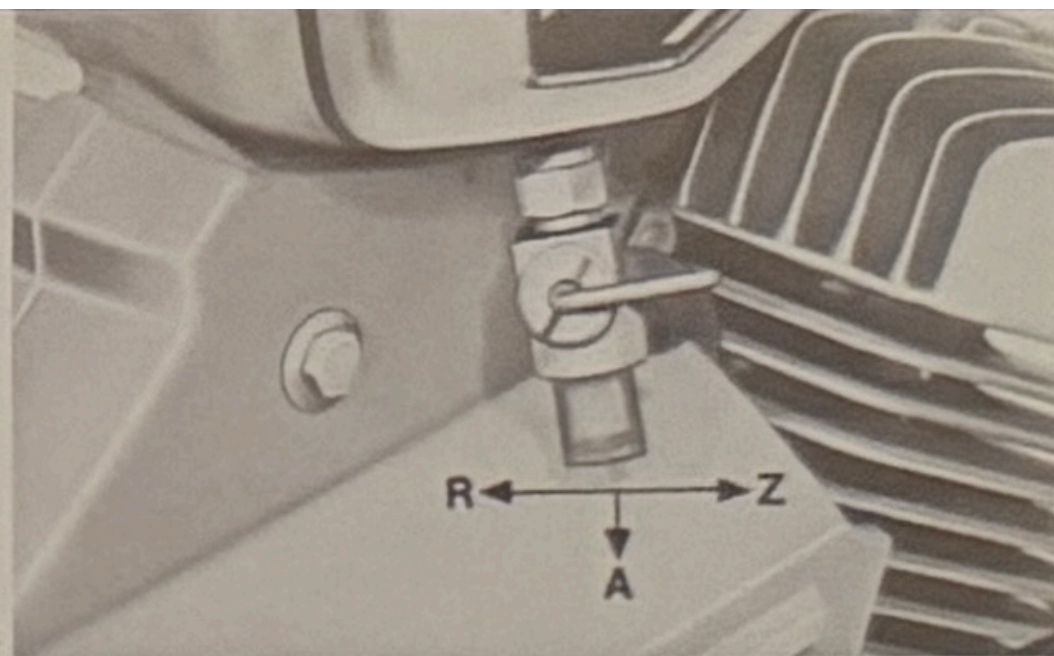

Bild 8
- 15 = Kraftstoffhahn (verdeckt, s. Bild 8)
Kraftstoffhahn (Bild 8)